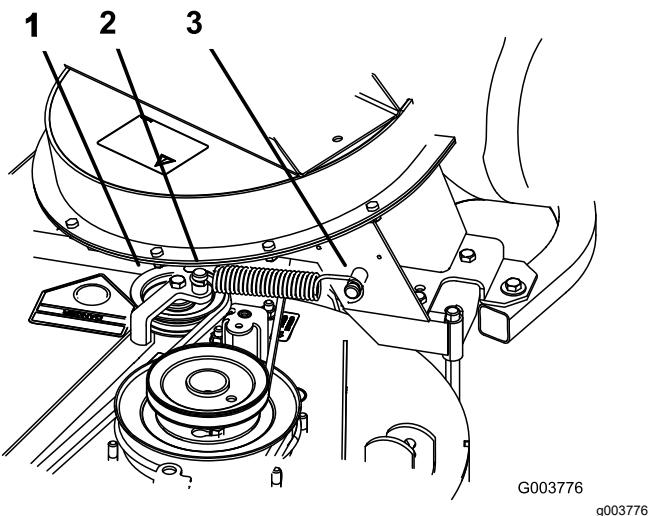

Figura 46
8. Instale el muelle según se muestra en Figura 46.